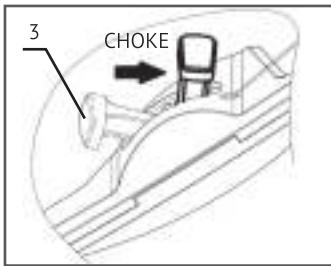

Рис.14
- Установить рычаг регулировки воздушной заслонки (3) в позицию CHOKE. Рис. 14. Для моделей L 4610S / L 4610SE перевести регулировку оборотов двигателя в позицию старт / заяц (->).